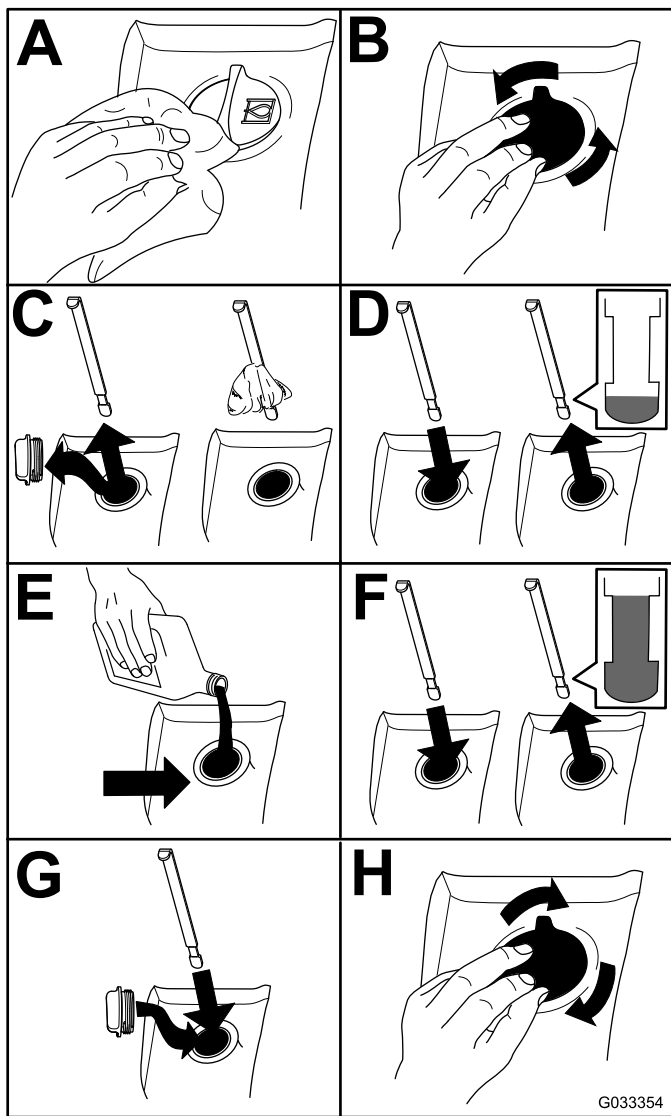

Bild 72
2. Prüfen Sie den Stand des Hydrauliköls (Bild 72).